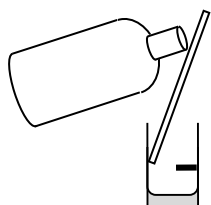

図 2 液だれする場合の注ぎ方
- ・ 液だれしない溶液の注ぎ方 … 図 2 のように、ガラス棒を伝わらせて注ぐ。特に、注ぎ口のない容器から、あるいは口が狭い容器へ注ぐ場合に有効。